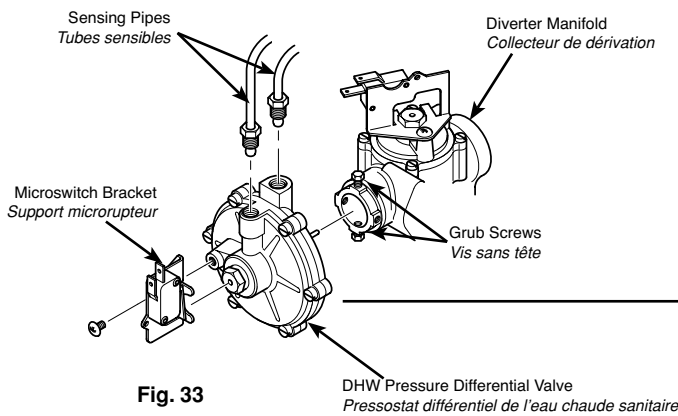

Fig. 33
8.8 Diverter Valve Assembly (Figs. 33 & 34)
- Undo the screw securing the microswitch bracket to the valve (Fig. 33).
8.8 Ensemble vanne trois voies Fig. 33 et 34
- Dévisser la vis de fixation du support du microrupteur sur la vanne (Fig.33).